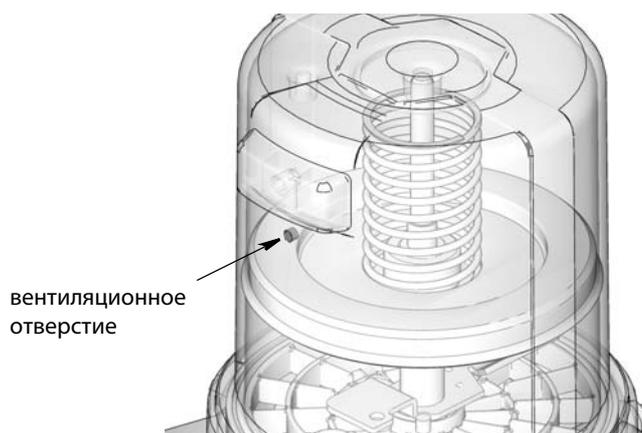

РИС. 13
3. Заливайте смазку в бак до тех пор, пока уплотнение упорной пластины не откроет вентиляционное отверстие (рис. 13) и из бака не выйдет большая часть воздуха.